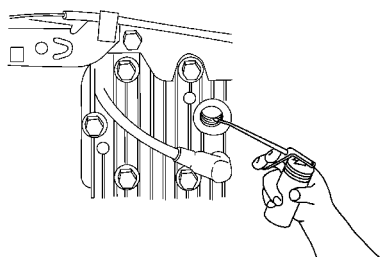

Figure 31
2. Au moyen d'une burette, injecter environ une cuillère à soupe d'huile dans le moteur par le trou de bougie (Fig. 31).